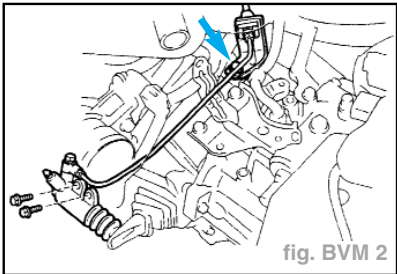

fig. BVM 2
- Déposer les 2 boulons de fixation du cylindre de débrayage (fig. BVM 2).